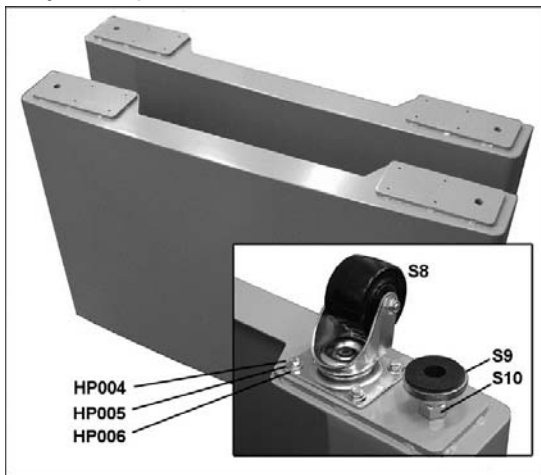

Figure 7-9
1. Visser un écrou (S10) sur chaque patte de mise à niveau (S9, figure 7-9).